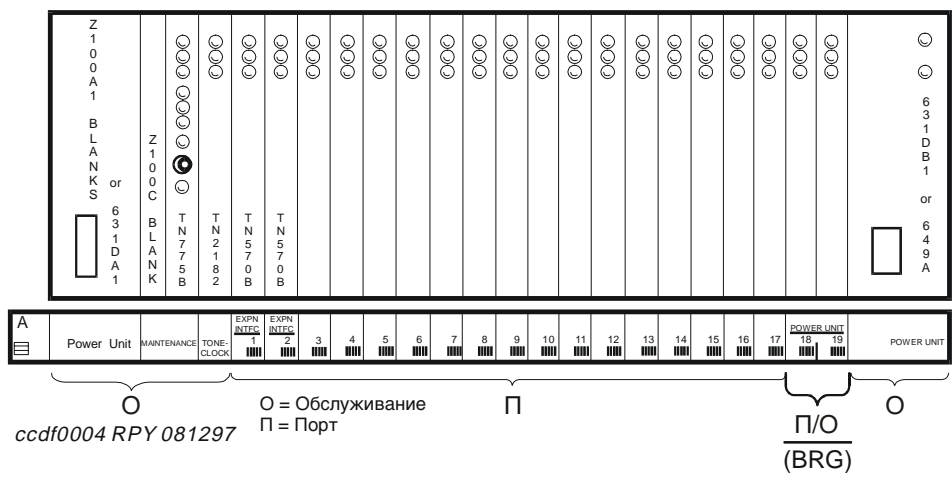

Рис. 39. Платодержатель управления средствами расширения J58890AF — вид спереди
Платодержатель управления средствами расширения содержит печатную плату интерфейса расширения (EI) или интерфейса асинхронного режима передачи (ATM) в слотах портов 1 и 2. Он используется в волоконно-оптической кабельной линии для связи с другим стативом или с узловым коммутатором (CSS) в том же самом стативе. Эти слоты могут содержать факультативные печатные платы портов. Для типичного примера см. Рис. 39.